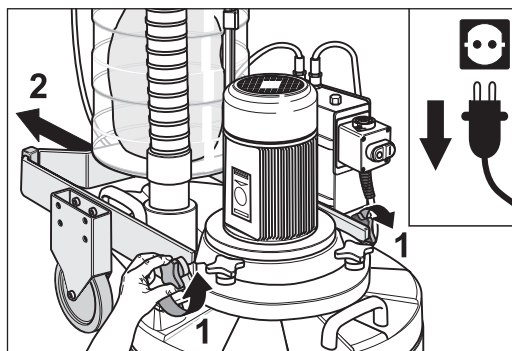

Abb. 58 Die beiden Kreuzgriffe am Maschinengehäuse lösen (1) und das Fahrgestell waagrecht nach hinten wegfahren (2).
- 5 Lösen Sie die beiden seitlichen Kreuzgriffe am Maschinengehäuse (Abb. 58, 1) und fahren Sie das Fahrgestell waagrecht nach hinten weg (Abb. 58, 2).